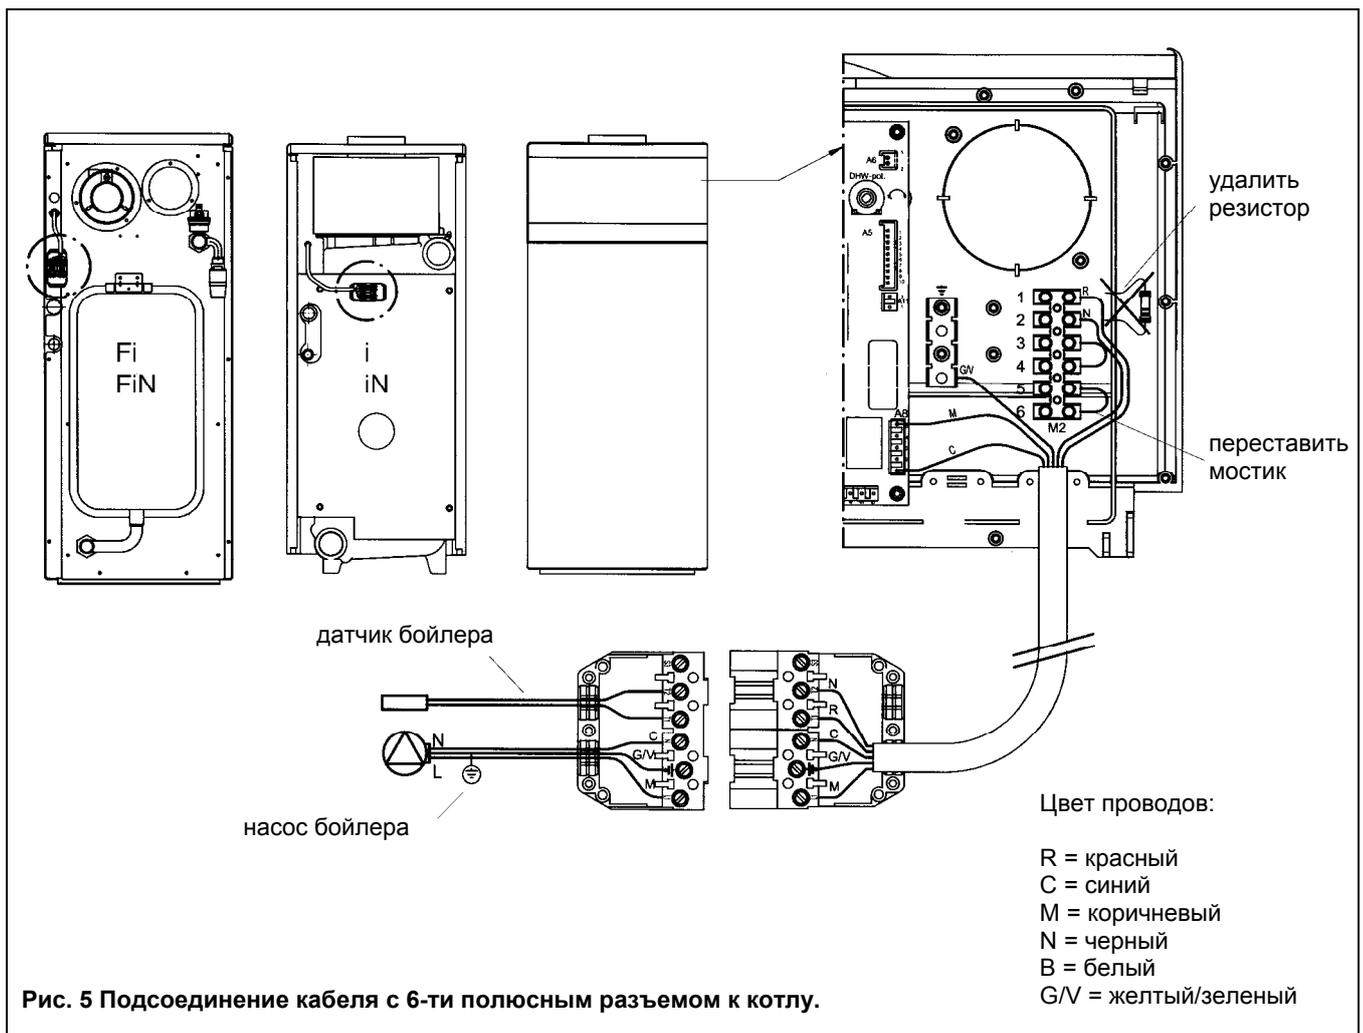

Рис. 5 Подсоединение кабеля с 6-ти полюсным разъемом к котлу.
- Провести кабель через специальные кабеледержатели и зафиксировать 6-ти полюсный разъем с обратной стороны котла с помощью винтов, входящих в комплект поставки, затем снять крышки с разъема (рис.5).